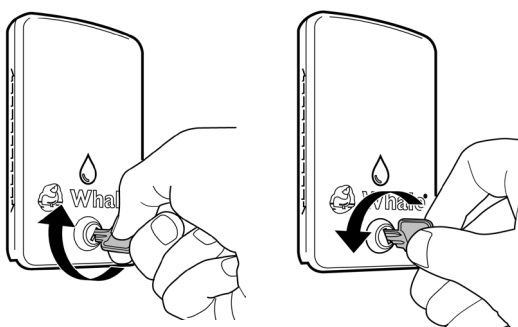

Abbildung 3. Verriegeln und Entriegeln der Abdeckkappe
- (Abbildung 3) Die Abdeckkappen für den Wassertank Füllstutzen und den Wassertank Füllstutzen + 12-V-Stromanschluss umfassen ein Sicherheitschloss, um den Zugang zur Ihrer Frischwasserversorgung einzuschränken. Drehen Sie im Uhrzeigersinn, um die Abdeckkappe zu verriegeln und entgegen dem Uhrzeigersinn, um sie zu entriegeln.